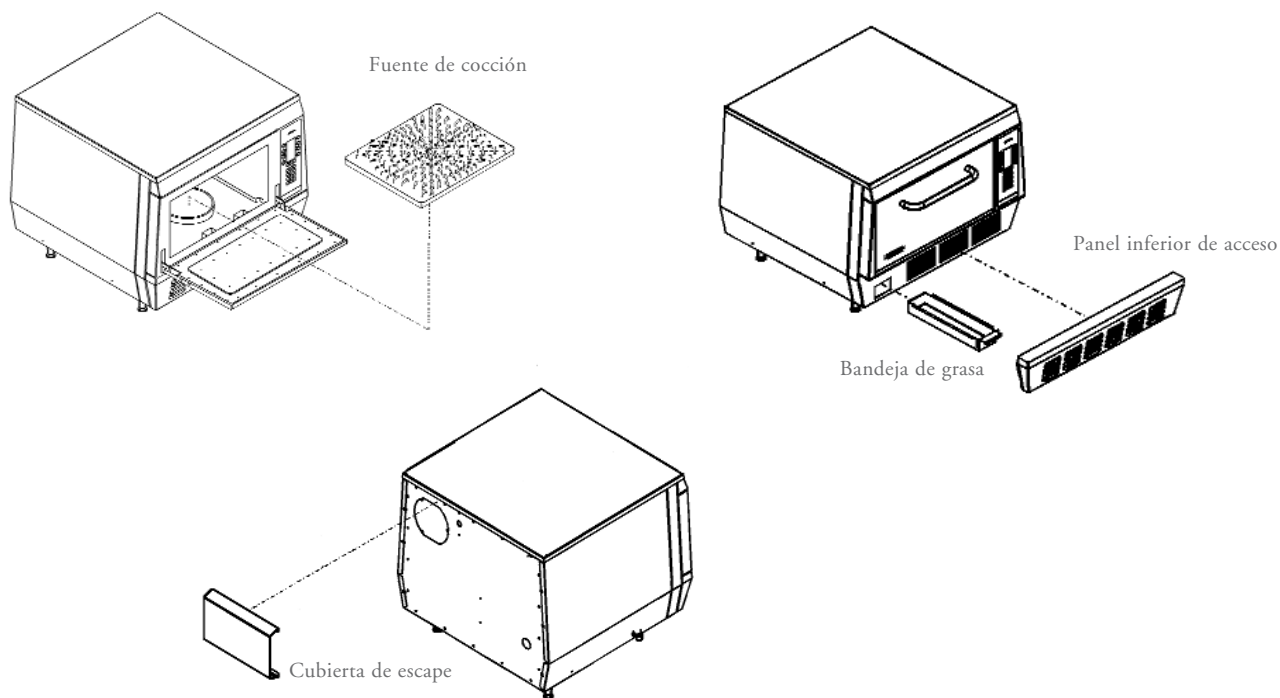

FIGURA 20: Retirada de componentes para limpieza.
Cuando el horno esté apagado y enfriado, retire la fuente cerámica de cocción (Figura 20).
- e. Seque con un paño. Fíjese en vaciar y limpiar la bandeja de grasa detrás de la ventilación en el frente del horno (Figura 20).
(Figura 20).